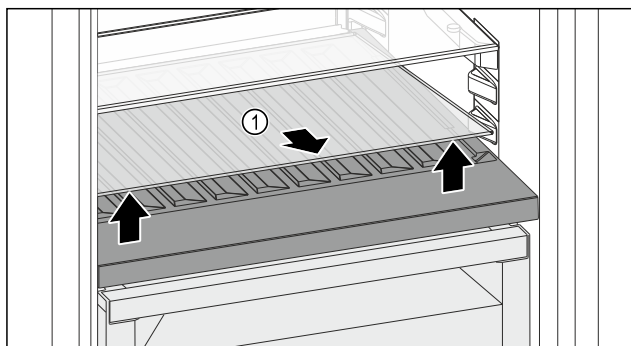

Fig. 110
- ▶ Приподнимите стеклянную пластину *Fig. 110 (1)* за выемку спереди и извлеките.
- ▶ Уложите стеклянную пластину *Fig. 110 (1)* на хранение вне устройства.